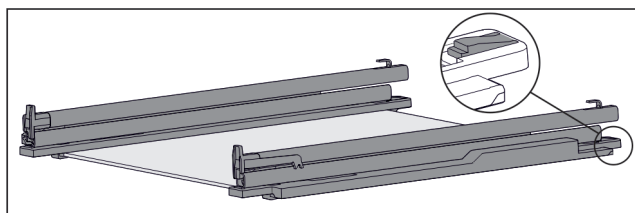

Fig. 99 Ripiano in vetro con guide e fermi
- ▶ Premere il fermo sul lato posteriore (vedere Fig. 99) e allo stesso tempo spingere la guida all'indietro.